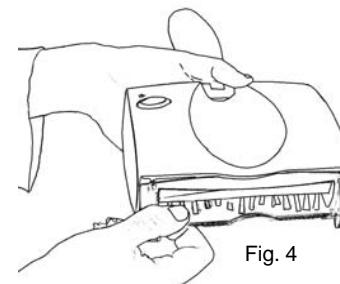
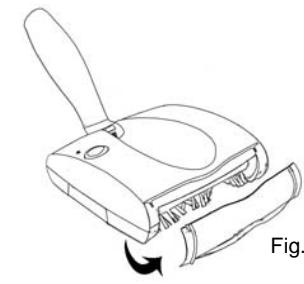

Fig. 4
Fig. 5
4. De temps à autre, retirez le couvercle transparent de la brosse et retirez toute accumulation de peluches, de cheveux ou de fibres sur la brosse rotative. Pour enlever le couvercle transparent, agrippez le couvercle à partir du bas, tirez-le vers l'extérieur jusqu'à ce qu'il sorte des fentes du bas et des languettes situées dans le haut de la balayeuse (Fig. 4, Fig. 5).